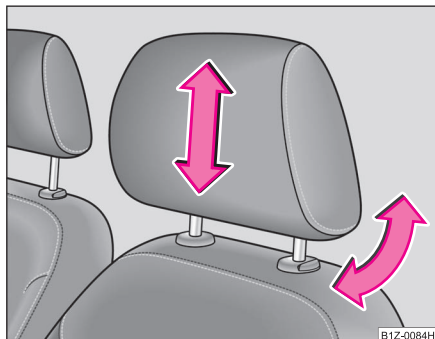

Fig. 63 Reglarea tetierei
- Cuprindeți tetiera cu ambele mâini de părțile laterale și împingeți în sensul indicat de săgeată ⇒ fig. 63 în sus sau în jos.
- Prin reglarea înclinării tetierei puteți stabili o poziție relaxantă pentru capul dumneavoastră ⇒ fig. 63. Prin reglarea tetierei se mărește confortul în timpul deplasării.